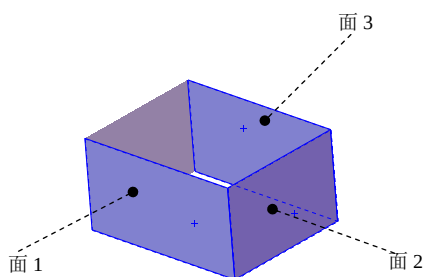

图 5.8.12 定义圆角面
Step4. 定义圆角面。在“圆角”对话框的 **圆角项目(I)** 区域中单击 列表框，选取图 5.8.12 所示的面 1 为边侧面组 1；在“圆角”对话框的 **圆角项目(I)** 区域中单击 列表框，
选取图 5.8.12 所示的面 2 为中央面组；在“圆角”对话框的 **圆角项目(I)** 区域中单击  列表框，选取图 5.8.12 所示的面 3 为边侧面组 2；在对话框中单击  按钮，完成完整圆角的创建。